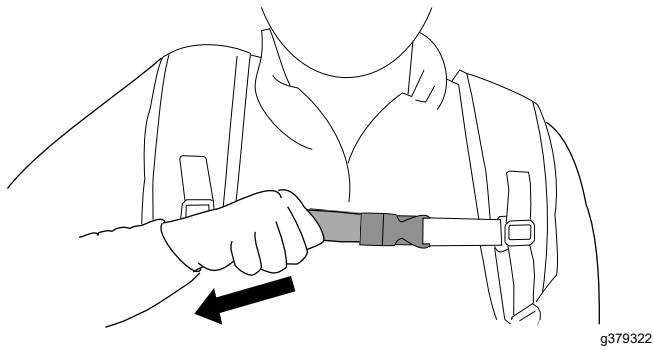

Figure 7
4. Serrez la sangle de poitrine jusqu'à ce qu'elle soit bien ajustée (Figure 7).